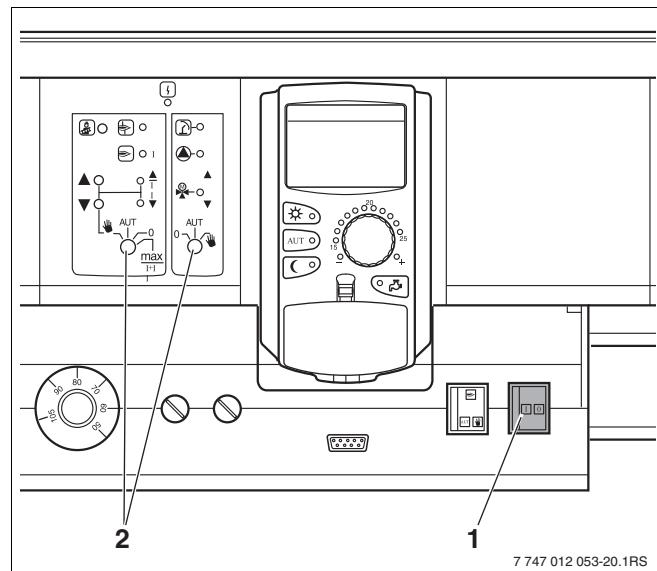

Рис. 8 Пусковой выключатель
- Проверьте, находятся ли пусковой выключатель системы управления (→ рис. 8, [1]) и переключатели модулей (→ рис. 8, [2]) в положении "0" и "AUT" (ABT).
- Включите систему управления, для чего переведите пусковой выключатель в положение "I" (→ рис. 8, [1]).
- Выключите систему управления, для чего переведите пусковой выключатель в положение "0" (→ рис. 8, [1]).